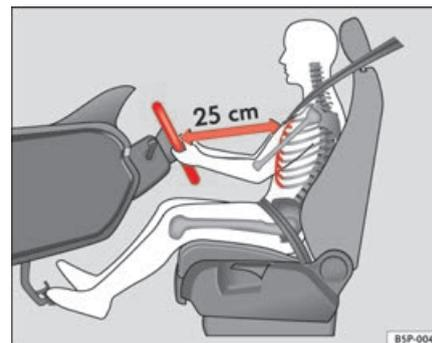

Fig. 98 Posizione corretta sul sedile di guida
- Posizionare il volante nel modo desiderato ⇒ fig. 98.
- Regolare il sedile del conducente o la posizione del volante in modo tale che la distanza tra il volante stesso e lo sterno del conducente sia di almeno 25 cm ⇒ pag. 135, fig. 98. Se la distanza minima non viene rispettata, l'efficacia del sistema degli airbag si riduce, con gravi rischi per l'incolumità delle persone (non escluso quello di morte).